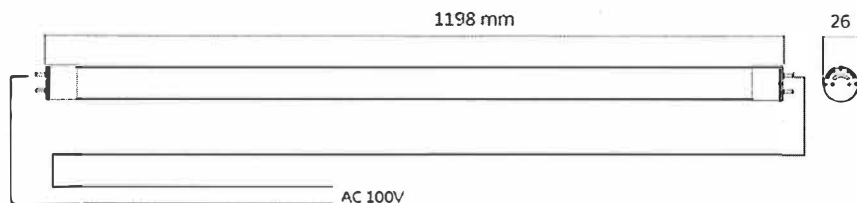

図1 NLT8シリーズ 接続方法
- ・ 本直管型LEDランプは、内部に電源を内蔵しておりますので、安定器は必要ありません。両端の口金に交流電圧が直接加わるように結線願います。（図1参照）